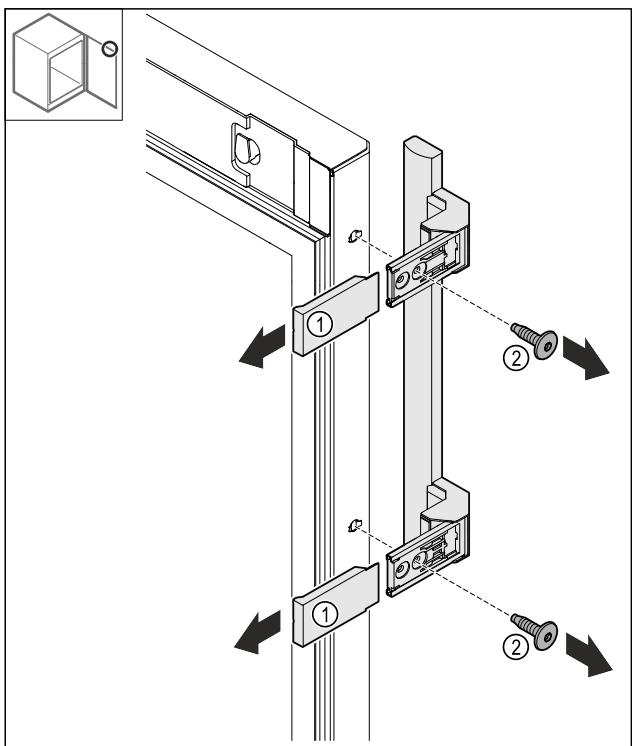

Fig. 25
- Свалете капаците Fig. 25 (1).
- Разхлабете винтовете Fig. 25 (2).